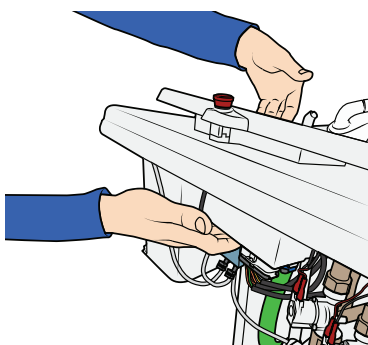

Figure 85
22. Remplacez soigneusement l'unité du panneau principal (panneau et boîtier de la carte de circuit imprimé). Soutenez le boîtier par dessous. Voir Figure 85.